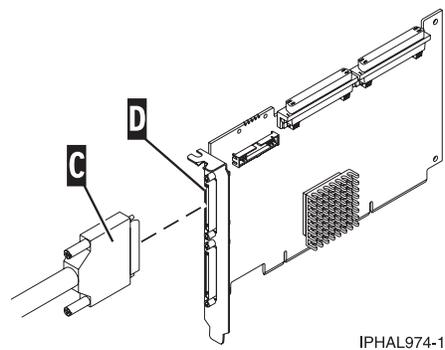

Figura 24. Cable SCSI a una tarjeta de interfaz SCSI
Conecte el otro extremo del cable SCSI (C) al adaptador SCSI (D) del servidor. Encontrará más detalles en la Figura 24.